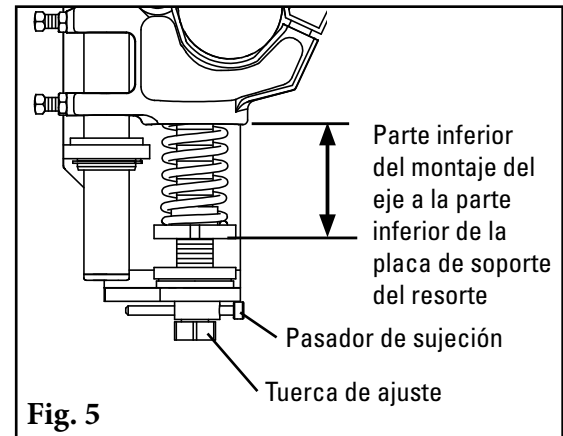

Fig. 5
5. **Establezca la manga de la barra de ajuste.** Después de establecer la tensión de la hoja, atornille la manga de la barra de ajuste en el buje UHMW hasta que se muestre 1-1/2" (38mm) (Fig. 5). Apriete la contratuerca de tensión de la manga de la barra de ajuste.
- 5. Reemplace la manga.** Coloque la manga sobre la barra de ajuste y gírela hasta que llegue a la mitad del buje. Reemplace la tuerca de tensión inferior y apriete hasta que bloquee la manga en su lugar (Fig. 5).
5. **Establezca la tensión de la hoja.** Gire las tuercas de ajuste hasta que se haya alcanzado la compresión correcta del resorte (Fig. 5). La compresión del resorte es determinada por la longitud del resorte. Consulte la tabla a continuación para conocer la longitud correcta del resorte para su ancho de banda. Reemplace los pasadores de bloqueo.
5. **Conecte los conductos de suministro y establezca la presión de tensión.** Con las piezas que se suministran, sujete un conducto a cada bolsa de aire y coloque los conductos en el lado de la salida de la caja de control (Fig. 5). **NOTA:** asegúrese de que los conductos estén a una distancia segura de la banda. Conecte el conducto desde el lado de la entrada de la caja al suministro o tanque de aire del sitio. Realice pruebas en las conexiones en busca de fugas y establezca la presión según la tabla a continuación. Es posible reducir la presión para ajustar la aplicación.
5. **Reensamble el tensor SAT2.** Quite los tres tornillos de la placa de soporte de bolsa de aire (Fig. 4a). Gire el accesorio roscado en la placa de soporte. Gire también parte del accesorio roscado en el orificio en el montaje del eje. (Fig. 4b) Asegúrese de que todavía se vea 1/4" (6mm) del accesorio roscado, luego gire la bolsa de aire en el accesorio roscado y apriete. (Fig. 5)